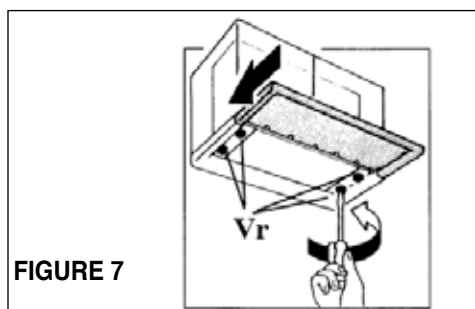

FIGURE 7
7. La hotte de cuisinière peut être ajustée d'avant à l'arrière de façon à ce que la hotte soit égale au devant du cabinet. Déserrer les 4 vis (**voir FIGURE 7**) et fermer la visière de verre. Ajuster la hotte jusqu'à ce que le devant de la hotte soit égal au devant du cabinet. Lorsque la hotte est parfaitement ajustée, glisser la visière de verre et reserrer les 4 vis. **SUITE DE L'INSTALLATION EN PAGE 7.**